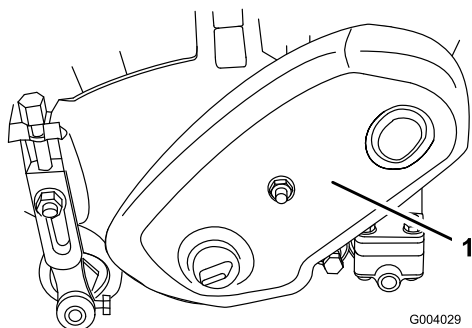

Figure 33
1. Retirez les fixations du couvercle de la courroie et déposez le couvercle pour exposer la courroie (Figure 33).